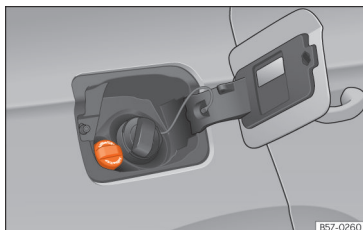

Abb. 238 Verschlussdeckel des AdBlue-Tanks
- Öffnen Sie die Tankklappe » » **Abb. 238**.
- Schrauben Sie die Flasche entgegen dem Uhrzeigersinn wieder heraus und ziehen Sie die Flasche vorsichtig heraus » » ❶.
- Verschlussdeckel SCR-Einfüllstutzen nach links drehen » » **Abb. 238**.